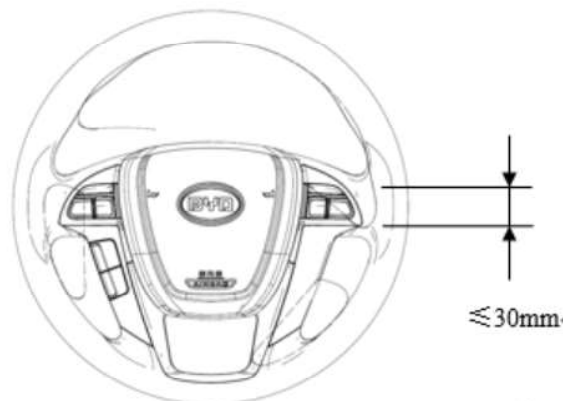

图3-5 转向盘自由行程示意图
- 2、 向左或向右轻轻转动转向盘，检查转向盘的自由行程。如图3-5所示，转向盘最大自由